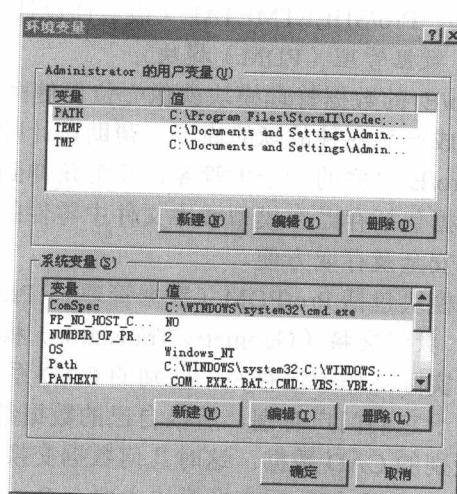

图 1-3 【环境变量】对话框
(2) 在【系统属性】对话框中单击【环境变量】按钮，弹出【环境变量】对话框，如图 1-3 所示。